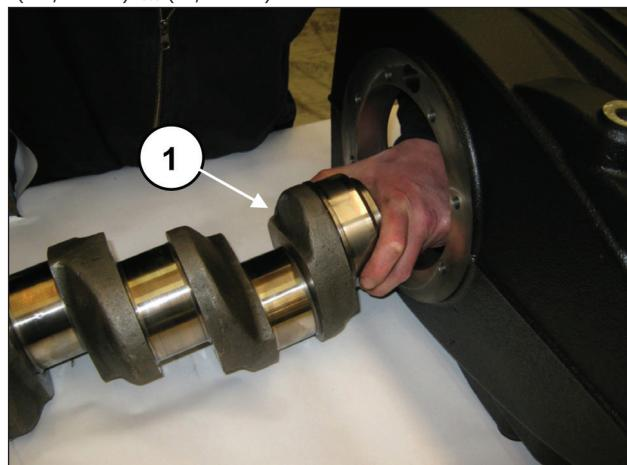
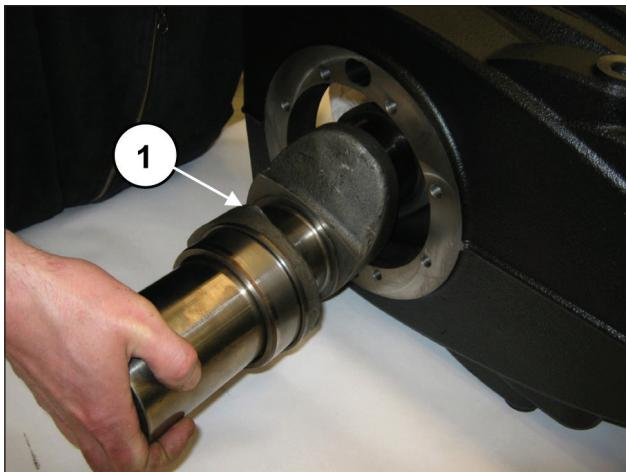

图 49
图 50
从动力输出轴侧插入轴，注意不要碰撞先前安装的连杆柄(①, 图 49)和(①, 图 50)。